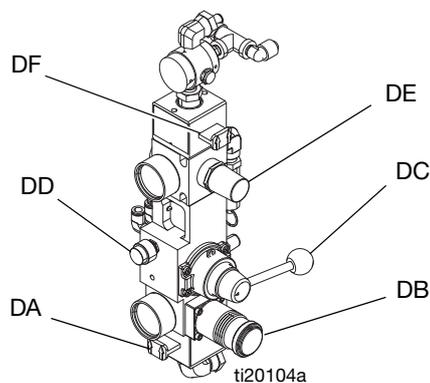

ABB. 32: Zufuhrpumpen-Steuerungen
- c. Schieben Sie den Hauptluftschieber (DA) und den Schieber des Luftmotors (DF) in die Position AUS. Siehe ABB. 32.
- m. Schieben Sie den Schieber des Luftmotors (DF) in die Position EIN, während die Platte in das Material drückt. Siehe ABB. 32. Die Zufuhrpumpe beginnt zu pumpen. Pumpen Sie weiter, bis der Eimer leer ist oder die gewünschte Materialmenge in den Behälter gefüllt wurde. Schieben Sie den Schieber des Luftmotors (DF) in die Position AUS, um die Zufuhrpumpe anzuhalten.
- n. Um die Platte aus dem Eimer zu heben, drücken Sie das Ausblaseventil (DD) und heben Sie dann das Richtungsventil an. Die Zufuhrpumpe drückt Druckluft in den Eimer, um ihn von der Platte zu lösen. Verhindern Sie, dass der Eimer vom Rahmen abhebt. Wenn dies geschieht, senken Sie die Platte ab und versuchen Sie es erneut.